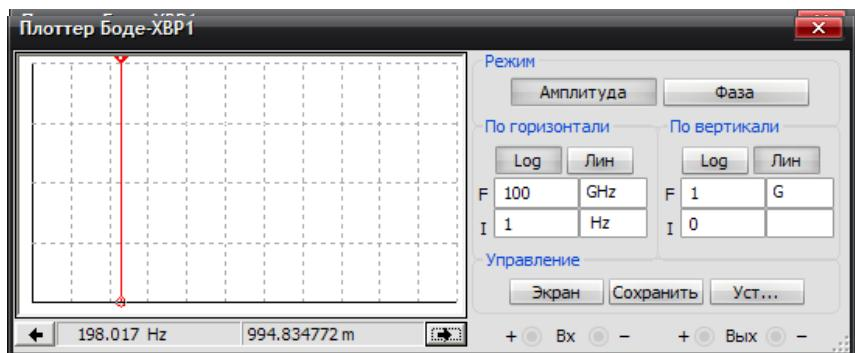

Рис. 2.6.8. Установка визирной линейки на частоту
17. Для измерения  $K_U$  установите визирную линейку на частоту см. табл. 2.6.3 (рис. 2.6.8). Запишите значение  $K_U$  в табл. 2.6.3.